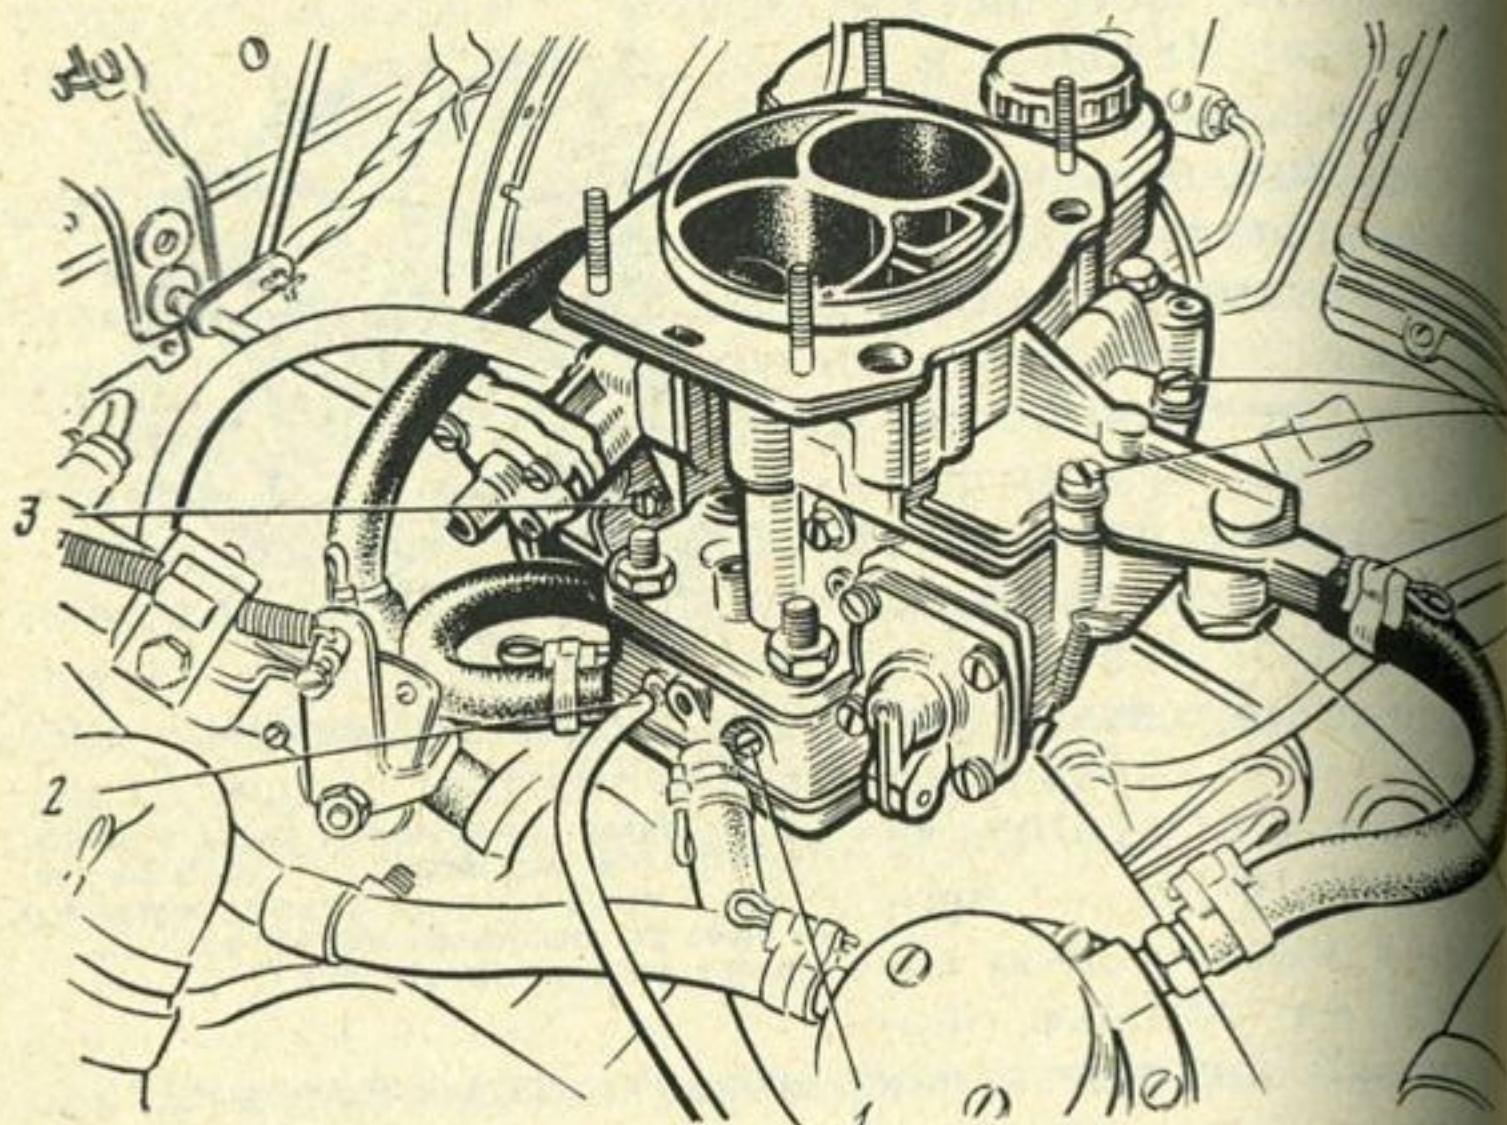

Рис. 13. Карбюратор 2101-1107010-11, установленный на двигателе
3. Ослабив стяжной хомут 5 (рис. 13), снимите со штуцера топливоподводящий шланг 6.
5. Отверните отверткой пять винтов 4 (см. рис. 13) крепления крышки поплавковой камеры и снимите осторожно ее, стараясь не порвать прокладку.
В карбюраторе 2101-1107010-11 для регулировки карбюратора на режим холостого хода имеются два винта: упорный 3 (см. рис. 13), регулирующий степень прикрытия дроссельной заслонки первичной камеры «винт качества», и винт 1, регулирующий состав смеси, приготавливаемой системой холостого хода («винт качества»). На головку «винта качества» после проведенной регулировки с применением газоанализатора и тахометра насаживается пластмассовая ограничительная втулка с прорезью под шлиц отвертки. Ограничительная втулка может быть синего цвета (ставится после регулировки карбюратора на холостой ход на заводе-изготовителе) или красного цвета (ставится после регулировки карбюратора на холостой ход на СТО). Ограни-